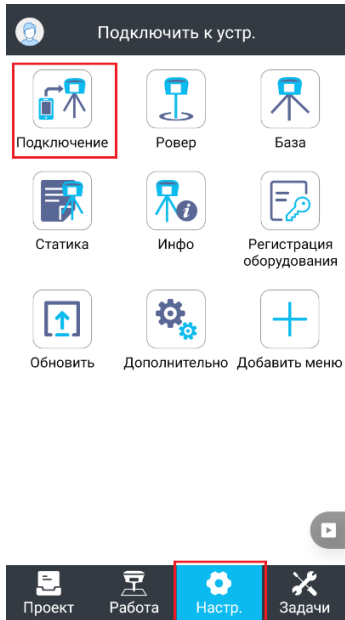

Рисунок 5.1.3
1. Для сопряжения с устройством в меню **Настройки** выберите пункт **Подключение** (Рисунок 5.1.3).